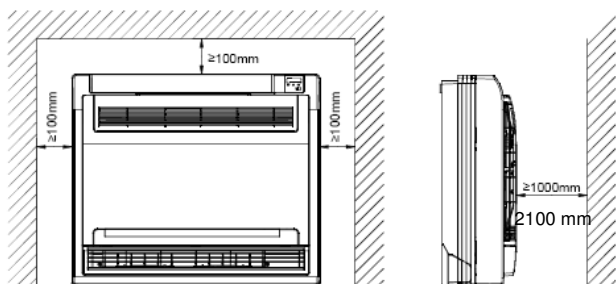

Fig.5-1
- Se till, att det finns tillräckligt utrymme runt omkring enheten (se Fig. 5-1, Fig. 5-2).